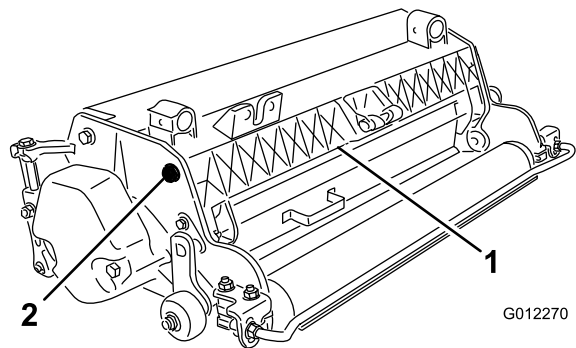

Figura 5
- Afloje los pernos del pivote del deflector de hierba (Figura 5).
- Gire el deflector de hierba a la posición deseada, y apriete los pernos (Figura 5).